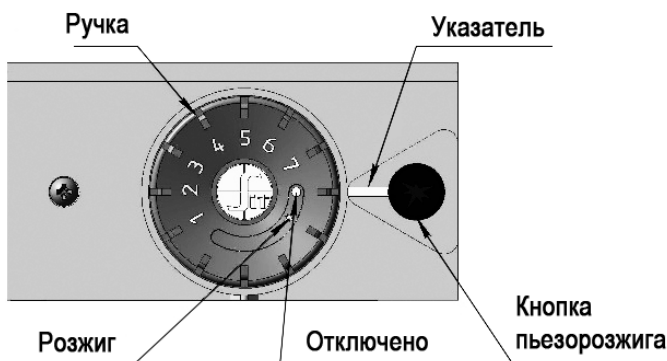

рис. 10 – Элементы управления на газовом блоке управления 630 EUROSIT
- Установить ручку газового блока в положение «Отключено» (см. рис. 10)
**ВНИМАНИЕ!** Для повторного розжига котла с газовым блоком 630 EUROSIT необходимо установить ручку в положение «Отключено» (см. рис. 10), а только затем повернуть ручку газового блока в положение «Розжиг».